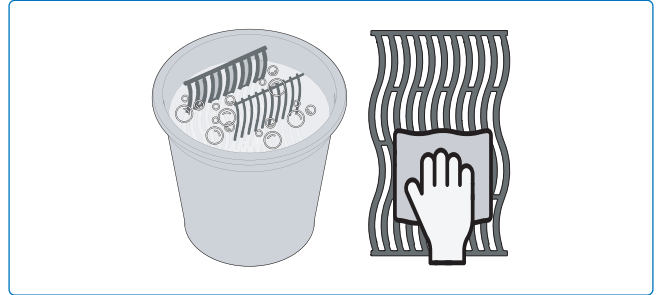

Fig. 17
2. Enjuague con agua caliente y seque bien con un paño suave para evitar que se oxide (**Fig. 17**).